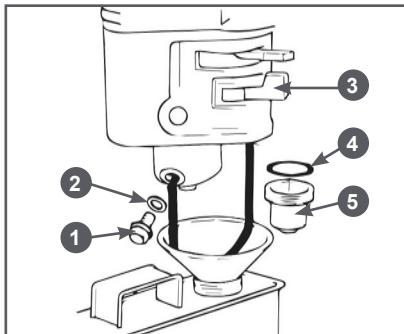

Рис. 28 Обслуживание карбюратора
1. Установите под карбюратор подходящую емкость (Рис. 28).
2. Установите рычаг топливного крана 3 в положение «ЗАКРЫТО» (Рис. 28).
3. Открутите болт 2 сливного отверстия и спейте топливо из поплавковой камеры карбюратора в подготовленную для этого ёмкость (Рис. 28).
4. Открутите стакан отстойника 5, вылейте из него топливо в заранее подготовленную емкость (Рис. 28).